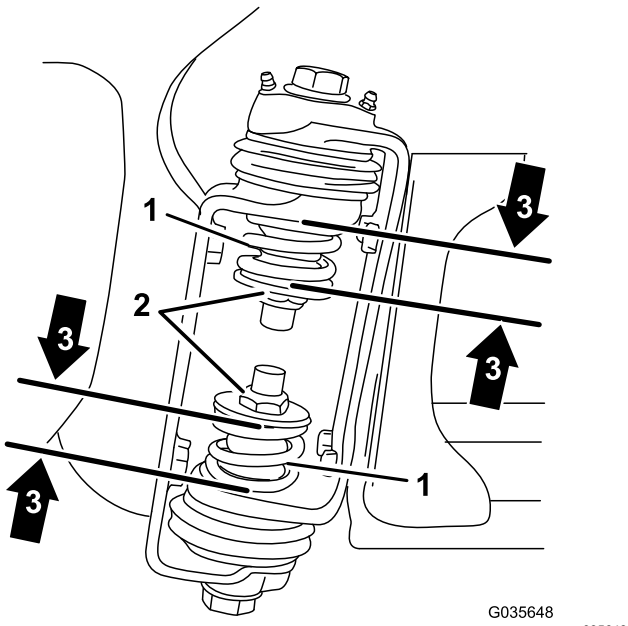

図 4
3. ブームが開いた状態で、ブーム蝶番の部分で上部スプリングと下部スプリングの圧縮状態の長さを測定する 図 4。